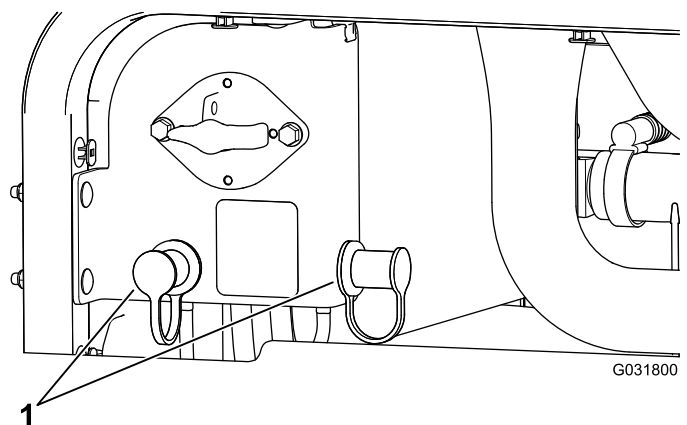

Bild 107
Starthilfepolen ab (Bild 107).
- Nehmen Sie die Abdeckungen von den Starthilfepolen ab (Bild 107).